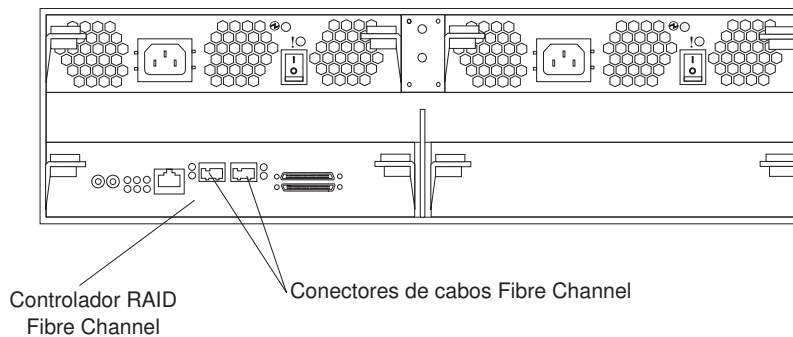

Figura 36. Conectores de Cabos do Sistema Host
2. Conecte os cabos do sistema host ao controlador RAID ou aos comutadores. A Figura 36 mostra o local nos controladores RAID onde os cabos do sistema host são conectados.